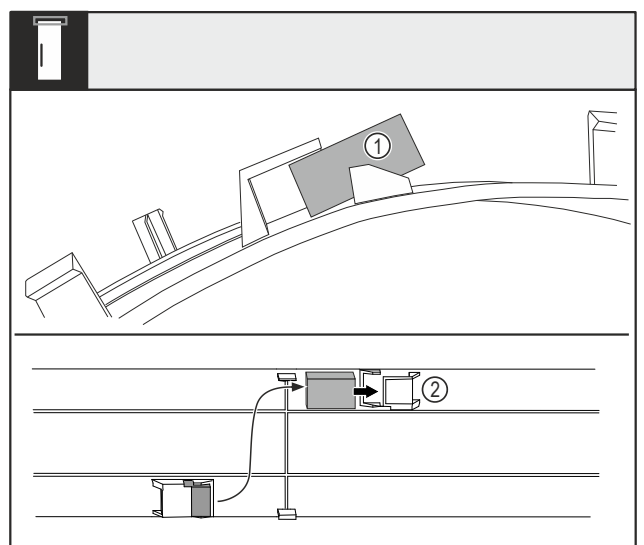

Fig. 16
- ▶ Afdekking buigen en deurmagneet Fig. 16 (1) uit het nest trekken.
- ▶ Deurmagneet in het andere nest Fig. 16 (2) schuiven.